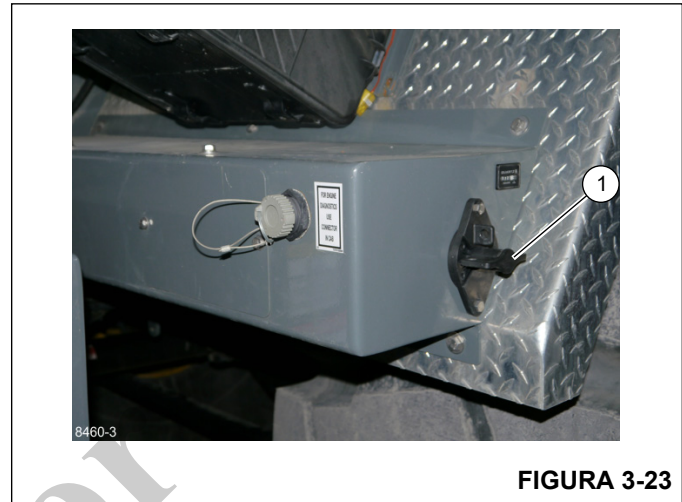

FIGURA 3-23
13. Gire el interruptor de la batería (1, Figura 3-23) a la posición desconectada si la máquina estará inactiva por más de 24 horas.